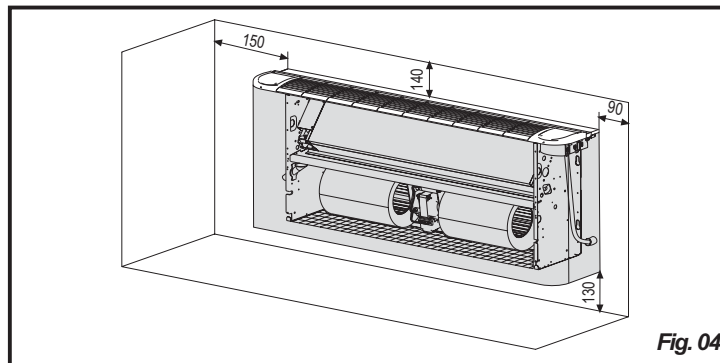

Fig. 04
- 1) la place disponible est suffisante pour installer la machine ainsi que pour assurer les opérations de maintenance standard et exceptionnelles (voir fig.04)